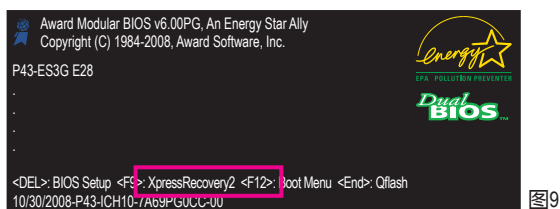

图9
2. 当您使用过一键还原 (Xpress Recovery2) 备份功能后, 一键还原 (Xpress Recovery2) 会常驻于硬盘中, 之后可以在BIOS进行POST时按<F9>键来执行此功能。(图9)